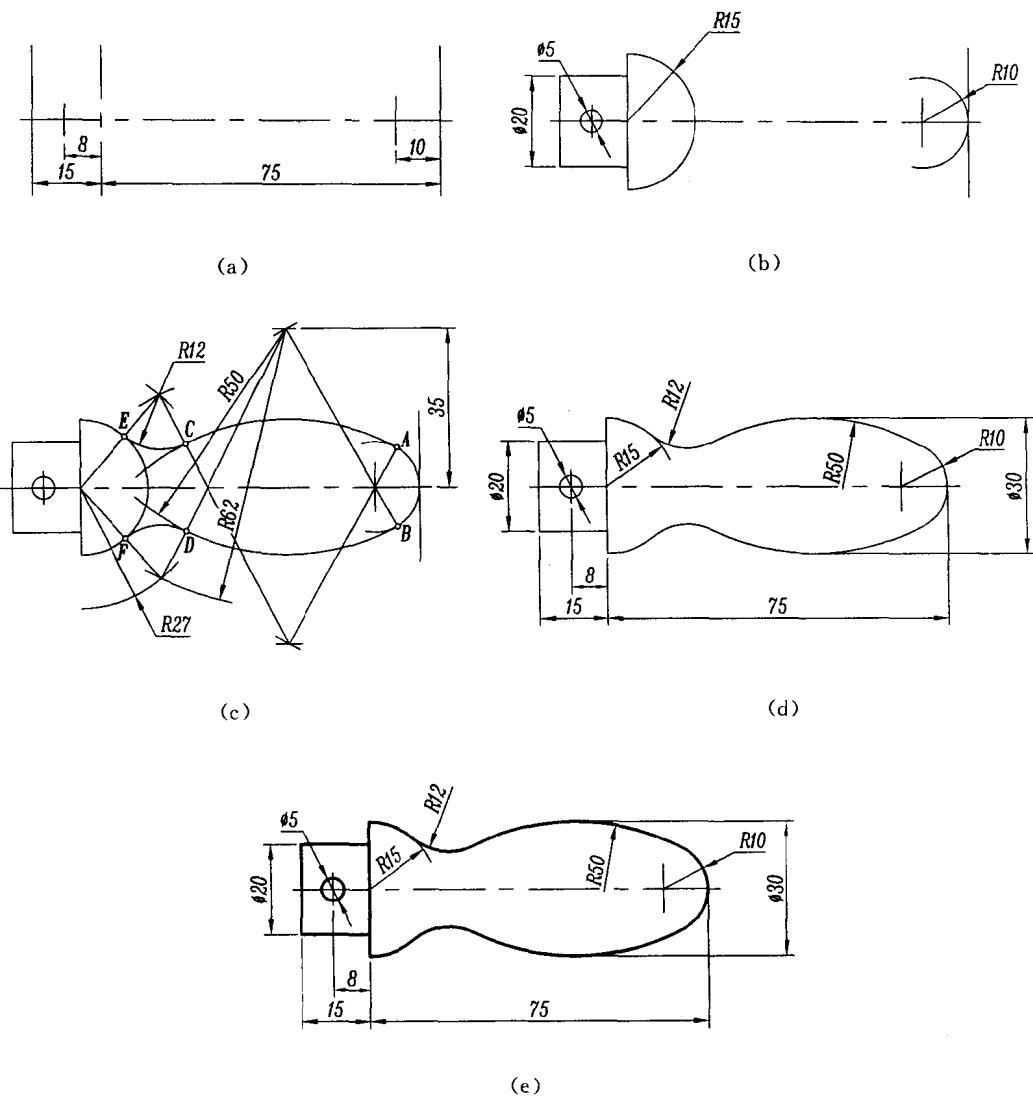

图 1.4 手柄平面图形的作图过程
(1) 画水平和垂直基准线,如图 1.4(a)所示。
(2) 画已知线段(弧),如图 1.4(b)中 $\phi 5$ 、 $R10$ 、 $R15$ 为已知弧。根据定位尺寸 8 、 75 分别确定它们的圆心,画出已知弧;根据 $\phi 20$ 画出左边矩形线框。
(3) 画中间及连接线段(弧),如图 1.4(c)中 $R50$ 为中间弧, $R12$ 为连接弧。根据相切条件和 $\phi 30$ 这个尺寸可求出 $R50$ 这段弧的圆心,画出弧 $R50$;根据 $R12$ 与 $R50$ 和 $R15$ 相切的条件,可求出 $R12$ 的圆心,画出连接弧 $R12$ 。切点分别为 A 、 B 、 C 、 D 、 E 、 F 。
(4) 检查整理,擦去多余的图线并标注尺寸,见图 1.4(d)。
(5) 加粗图形轮廓线,完成全图。如图 1.4(e)所示。